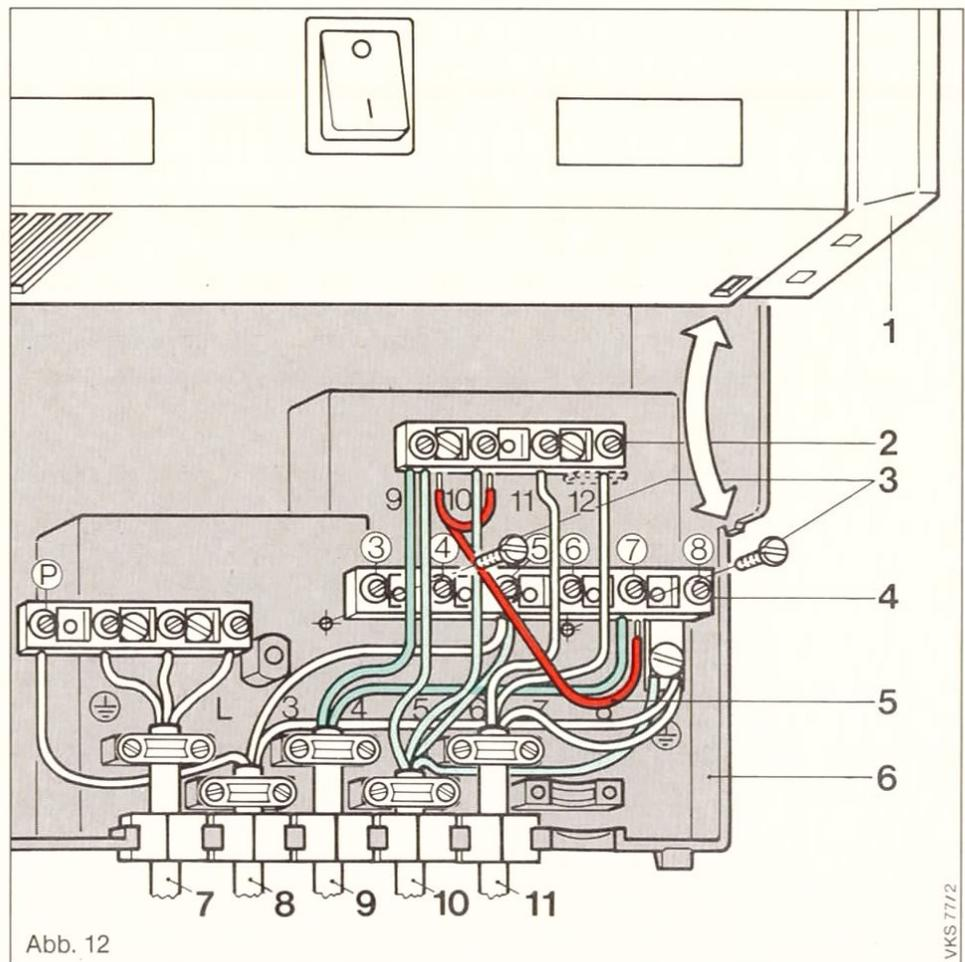

Abb. 12
- Befestigungsschraube des Schaltkastens (6) oben an der Schaltleiste (1) lösen.
- Befestigungsschrauben (3) der Klemmleiste (4) (mit den Klemmen ③ bis ⑧) lösen.
- Schaltkasten (6) an der Unterseite der Schaltleiste (1) (siehe Pfeil) aus den Haltenocken ausrasten und Schaltkasten (6) etwas nach unten ziehen bis die Klemmleiste (2) (mit den Klemmen 9-12) sichtbar wird.
- Brücke (5) zwischen Klemme 7-9-10 lösen und herausnehmen. Klemmleiste (4) etwas herausziehen bis die Klemmen der Klemmleiste (2) zugänglich sind.
- Eine Abgasklappe und eine Wassermangelsicherung an den Klemmen 7 u.9 und 9-10 anklebmen. (siehe Abb. 12) Anschlußkabel mit Zugentlastung sichern.